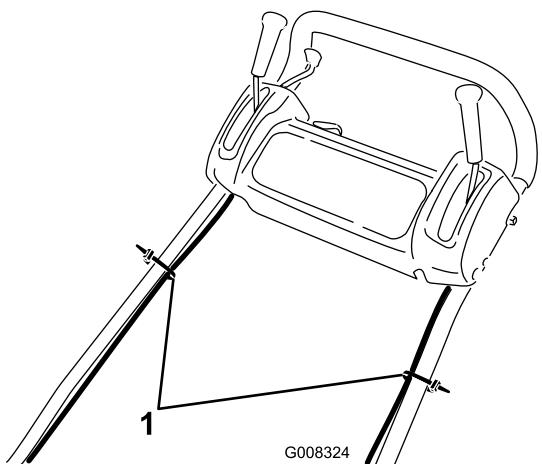

Figura 4
- Fissate i cavi alla stegola con gli appositi morsetti (Figura 4).